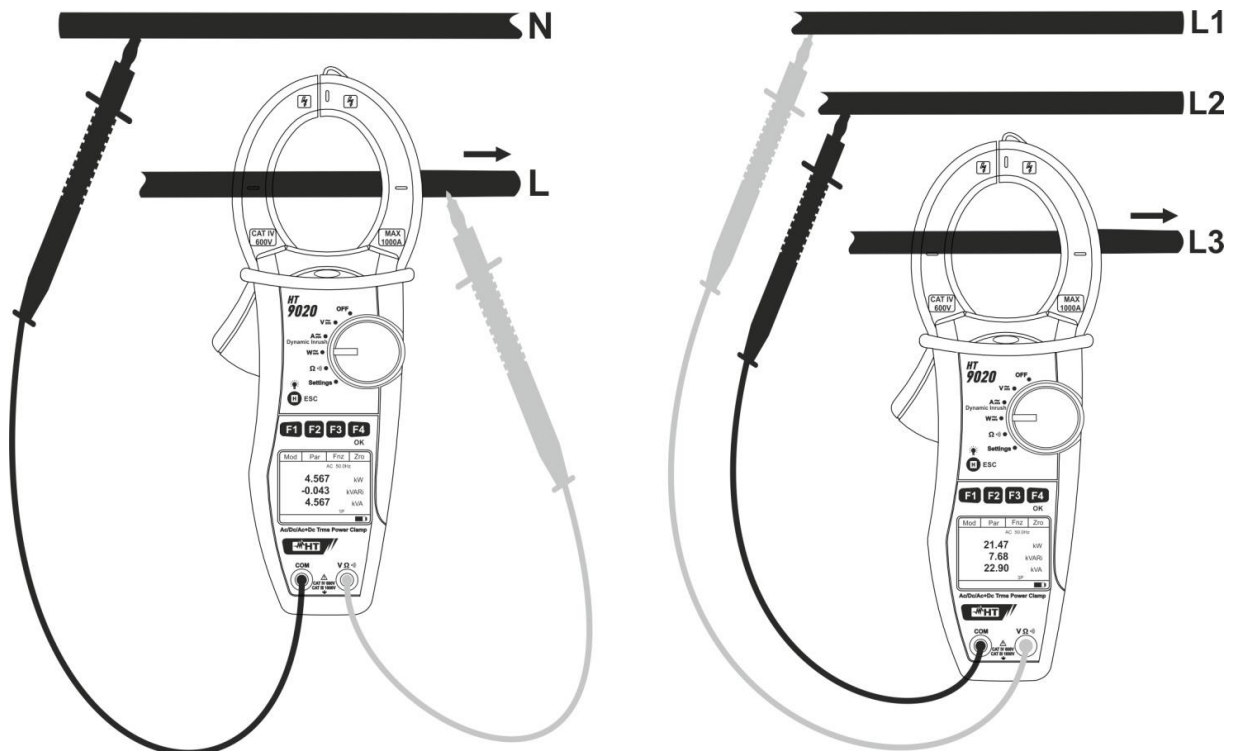

Fig. 12: Med. de potências CA/CA+CC em sistemas Monofásicos e Trifásicos equilibrados
5. Inserir o cabo vermelho no terminal de entrada **VΩ·)** e o cabo preto no terminal de entrada **COM** e efetuar as ligações no instrumento conforme o indicado na Fig. 12 em função do tipo de medição. Inserir o cabo no interior do toróide respeitando a direção da corrente indicada pela seta e no centro do mesmo para obter medições precisas. Utilizar as marcas existentes como referência (ver Fig. 2)